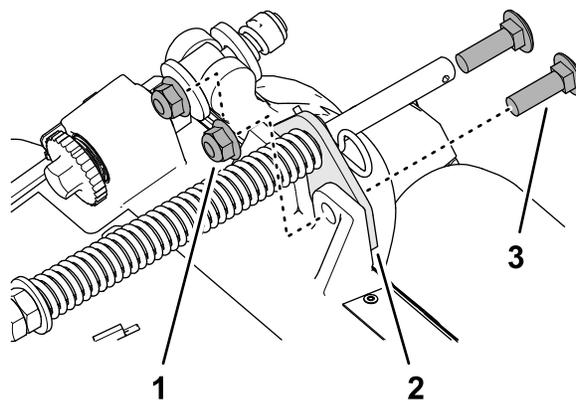

Рисунок 18
2. Удалите 2 фланцевые контргайки ($\frac{3}{8}$ дюйма) и 2 каретных болты ($\frac{3}{8}$ x $1\frac{1}{4}$ дюйма), которые крепят кронштейн компенсатора состояния грунта к раме режущего блока (**Рисунок 18**).
2. Удалите 2 фланцевые контргайки ($\frac{3}{8}$ дюйма) и 2 каретных болта ($\frac{3}{8}$ x $1\frac{1}{4}$ дюйма), которые крепят кронштейн компенсатора состояния грунта к раме режущего блока (Рисунок 18).